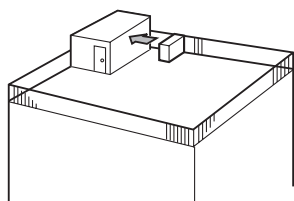

Fig. 2-3
- ① Coloque la salida de aire de frente a la pared más próxima a una distancia de unos 50 cm de ella. (Fig. 2-3)